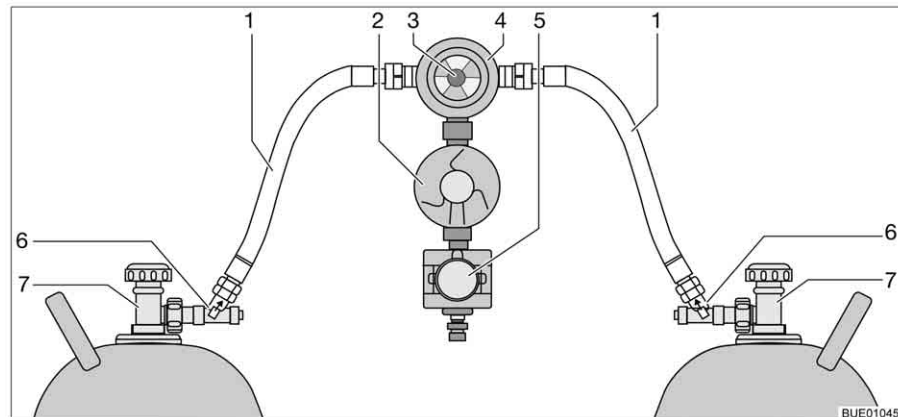

Fig. 165 Dispositif de commutation Crash Protection Unit
La Crash Protection Unit se compose de deux limiteurs de débit à verrouillage manuel (Fig. 165,6), d'une valve de commutation (Fig. 165,4) avec régulateur de pression (Fig. 165,2), d'une électrovanne (Fig. 165,5) et d'une unité de commande à DEL de trois couleurs. La valve de commutation est montée entre les deux lyres (Fig. 165,1).
Un bouton rotatif (Fig. 165,3), situé sur la valve de commutation, permet de définir laquelle des bouteilles de gaz est celle de service et laquelle est celle de réserve.
Seules les fonctions électriques peuvent être activées sur l'unité de commande (Fig. 166). Les robinets principaux des bouteilles de gaz (Fig. 165,7) et les dispositifs de déverrouillage (Fig. 165,6) doivent être ouverts manuellement.
- Ouvrir les robinets principaux des bouteilles de gaz (Fig. 165,7).
- Appuyer sur les dispositifs de déverrouillage (Fig. 165,6) l'un après l'autre pendant 10 secondes.
- Choisir la bouteille de gaz avec le bouton rotatif (Fig. 165,3) de la valve de commutation (Fig. 165,4) à partir de laquelle le gaz sera utilisé principalement (bouteille de service).
- Fermer les robinets principaux des bouteilles de gaz (Fig. 165,7).